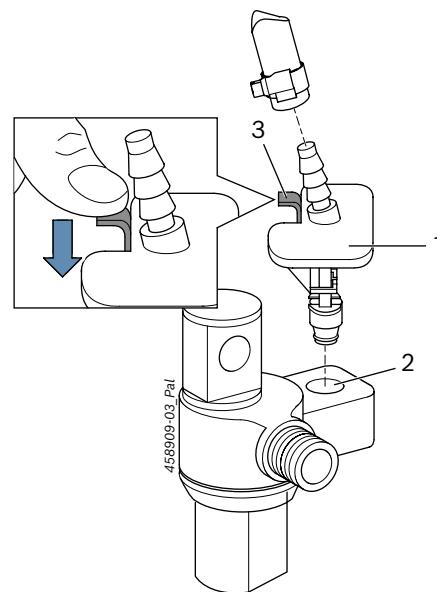

Fig. 3: Returløbsadapter 1 683 356 137
Returløbsadapteren 1 683 356 137 (Fig. 3, pos. 1) forbinder returløbet på Delphi CRI (Fig. 3, pos. 2) via slangen 1 680 712 249 og via slangen 1 680 712 289 med kontroltilslutningen til returløbsmængden på EPS 200 / EPS 205.
i Når flappen (Fig. 3, pos. 3) trykkes ned, sikres returløbsadapteren. Returløbsadapteren fjernes ved at trykke flappen opad og trække returløbsadapteren ud af returløbstilslutningen.